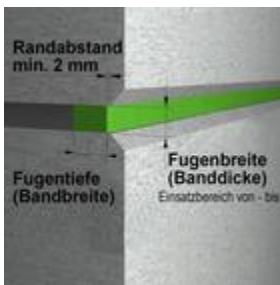

Bild 4: Einsatzbereich
- Nach Ermittlung der Bauteiltiefe und Fugenbreite (Bild 4) die Banddimension entsprechend der Tabelle wählen. Darauf achten, dass das Band voll flächig anliegt.